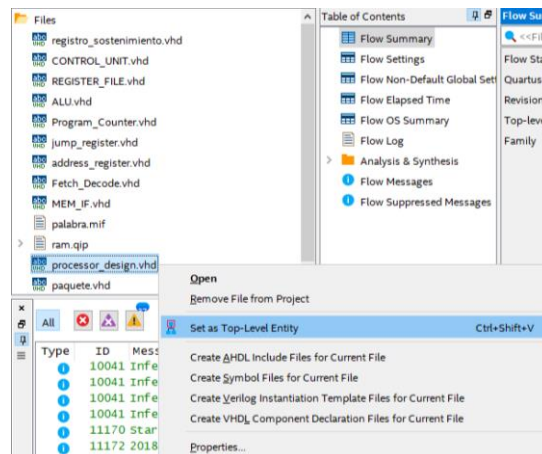

Figura 5. Establecimiento del bloque processor_design como más alta jerarquía.
- Establezca como más alta jerarquía al bloque **processor_design.vhd** dando clic derecho sobre el mismo y seleccione la opción **Set as Top-Level Entity** tal como se observa en la Figura 5.